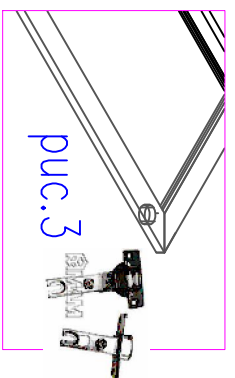

рис.3
3. На посадочные места Дверей дет.11 установить петли Ф №6 (рис.3.) с помощью саморезов Ф №19.